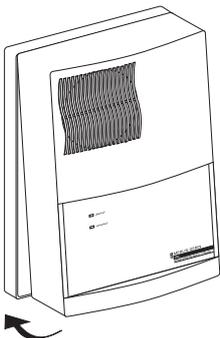

fig. 5
■ le raccordement terminé, remplacez le capot sur le socle en encliquetant d'abord la partie supérieure, puis en faisant pivoter vers le bas (figure 5)